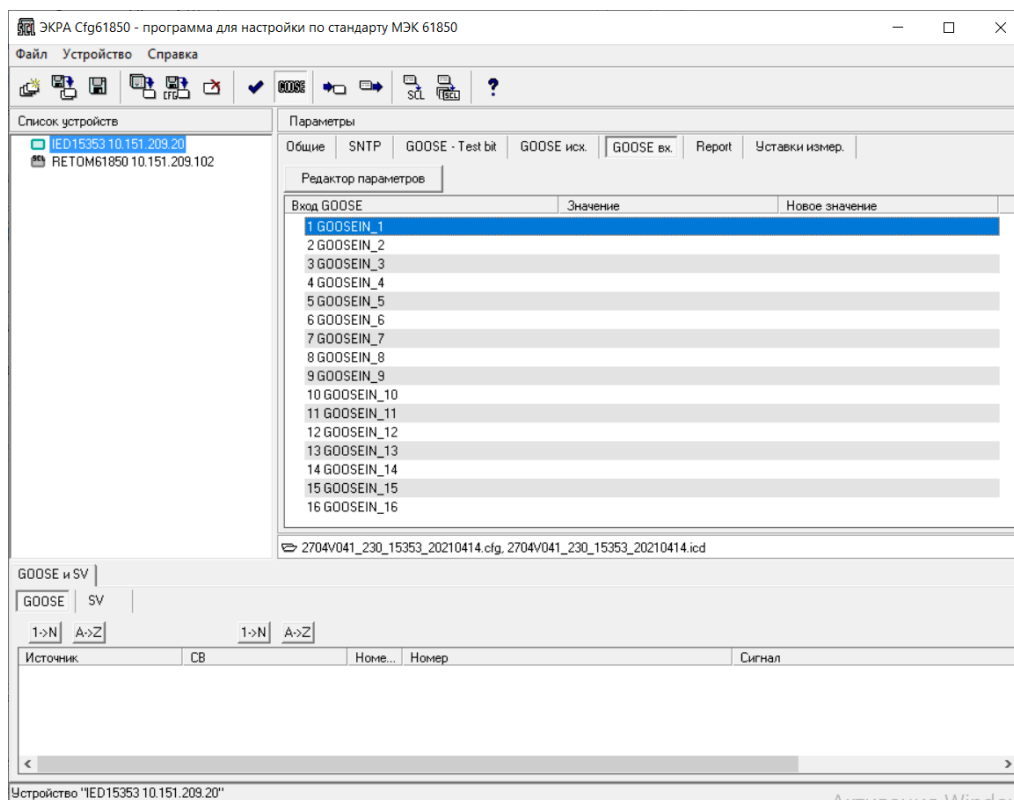

Рис. 87. GOOSE вх. терминала ЭКРА
14) Перейти во вкладку GOOSE вх. терминала ЭКРА (рис. 87). Дважды нажать по «1 GOOSEIN_1».